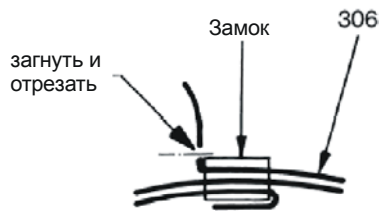

Рис. 12: Ripiegamento e taglio della fascetta dello snodo
- При использовании натяжного инструмента PoK-It II хомут шарнира после натяжения отогнуть путем поворота натяжного инструмента так, чтобы хомут не мог выскользнуть из замка. После отгибания хомута на замке обрезать излишек ножницами по металлу и удалить заусенцы с кромки среза (см. рис. 12).
ВНИМАНИЕ Убедиться в том, что хомут шарнира загнут так, что не может выскользнуть из замка шарнира (рис. 12). Если это условие не выполняется, снять хомут шарнира и заменить его на новый.